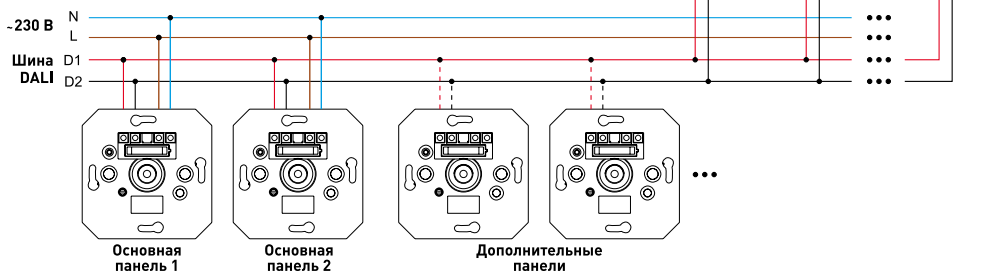

Рисунок 3. Схема соединения при подключении двух панелей к сети ~230 В.
- ▼ В схеме на Рис. 3 две основные панели управления получают электропитание от сети ~230 В и обеспечивают питание на шине DALI. Общие ток — 400 мА. Дополнительные панели получают питание по шине DALI от основных панелей. Управлять всеми диммерами можно с любой панели независимо.